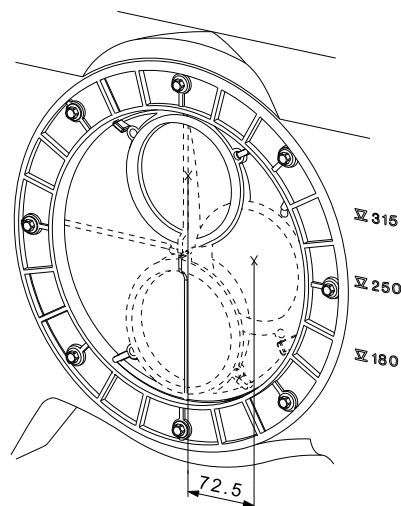

Рис. 17 Диск входного патрубка диаметром DN 100 регулируется от 180 - 315 мм над уровнем фундамента до середины входной трубы
- Подготовьте входной патрубок с регулируемой высотой на задней поверхности насосной установки Multilift MD. Диаметр DN 100 диска входного патрубка позволяет устанавливать его высоту от 180 до 315 мм выше уровня фундамента. Наиболее распространенные значения высоты указаны рядом с входным отверстием: 180, 250 и 315 мм. См. рис. 17. Диск входного патрубка диаметром DN 150 поставляется в составе принадлежностей. См. рис. 18. Болты вокруг внешнего кольца диска входного патрубка закручены не полностью, что позволяет диску вращаться. Это позволит установить входной патрубок на нужной высоте. После установки требуемой высоты затяните все болты. Все болты должны быть максимально затянуты (9 Nm).
Перед подключением насосной установки Multilift MD обратите внимание на то, что при повороте диска входного патрубка для соответствия высоте всасывающего трубопровода, насосная установка и напорный патрубок также сдвинутся вбок (макс. 72,5 мм). См. рис. 17.